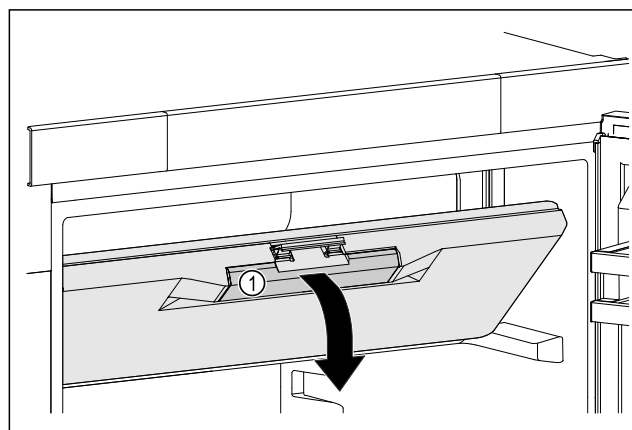

Fig. 48
- Haarake külmkambri ukse haardesüvendist Fig. 48 (1) kinni.